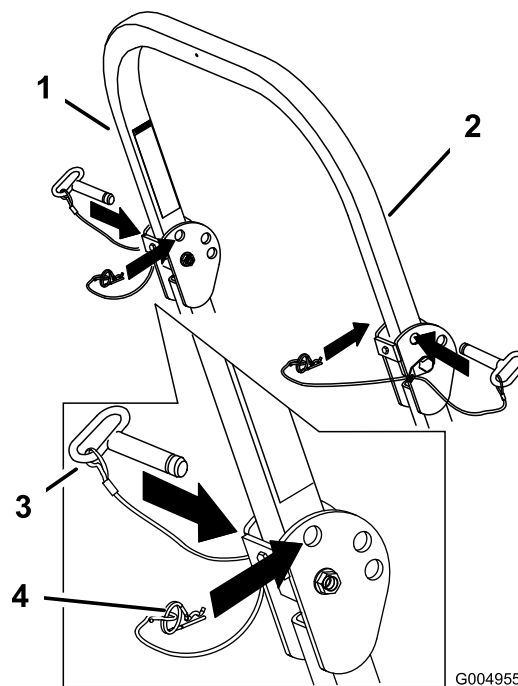

Figura 9
1. Îndepărtați tifturile în formă de agrafă și îndepărtați cele două tifturi (Figura 9).
- Montai cele două tifturi i fixai-le cu tifturile în formă de agrafă (Figura 9).
- Îndepărtați tifturile în formă de agrafă i îndepărtați cele două tifturi (Figura 9).
- Ridicați bara antiruluii în poziia verticală, montați cele două i fixați-le cu tifturile în formă de agrafă (Figura 9).